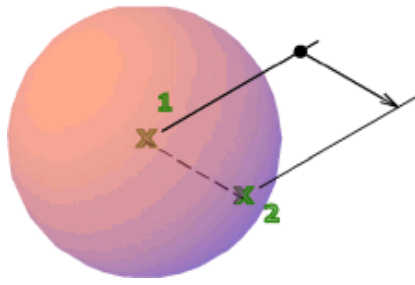

Рисунок 7.8 – 3D сфера
натисніть кнопку на панелі *Моделирование* → *Ящик* → *Сфера* (рис. 7.8).
Сфера будується за двома параметрами: центральна точка (1) та точка на радіусі (2) (рис. 7.8).